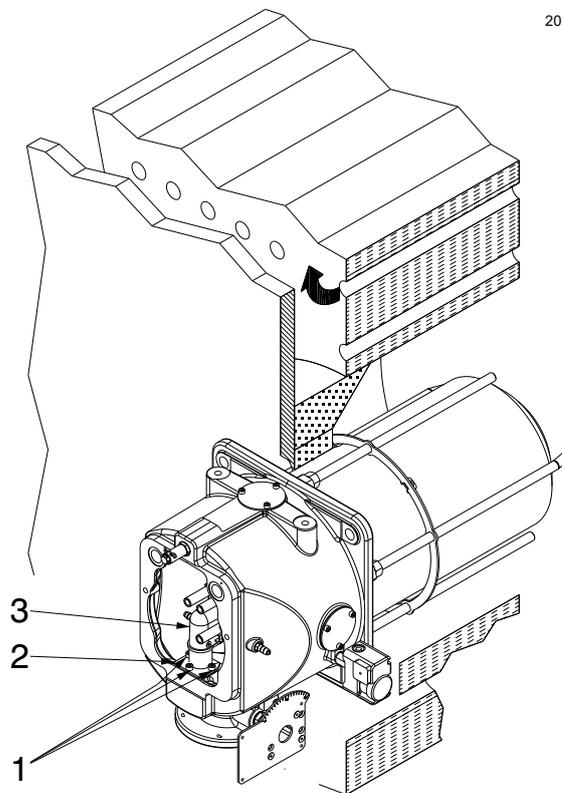

Fig. 18
- svitare i dadi 1) (Fig. 18);
A questo punto dell'installazione la testa di combustione è fissata alla caldaia come in Fig. 18 a pag. 22. È quindi particolarmente agevole la sua regolazione, che dipende unicamente dalla potenza massima del bruciatore.